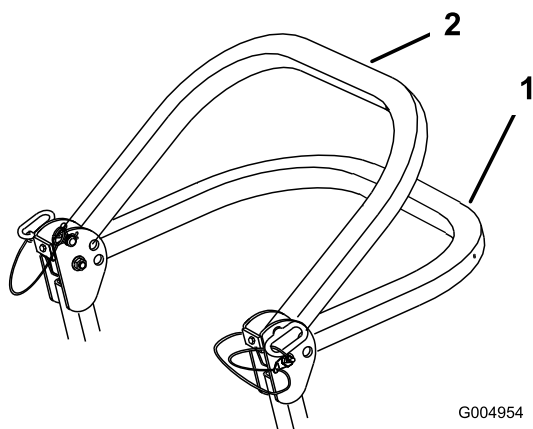

Figure 9
2. Faites pivoter l'arceau de sécurité à la position abaissée (Figure 9).
Remarque: Il y a 2 positions abaissées; voir Figure 9.